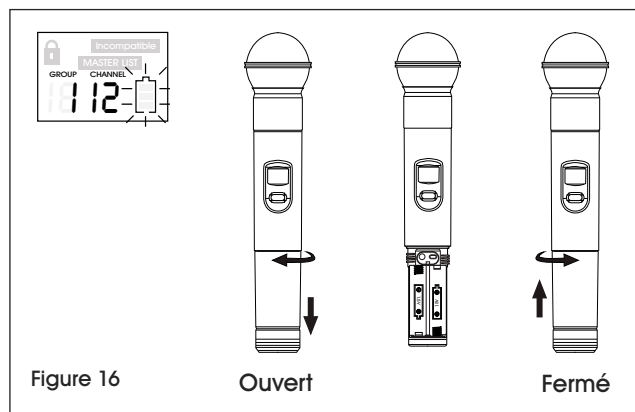

Figure 16
- Lorsque le symbole du niveau de puissance clignote sur l'affichage (Voir Figure 16), les piles doivent être aussitôt remplacées.